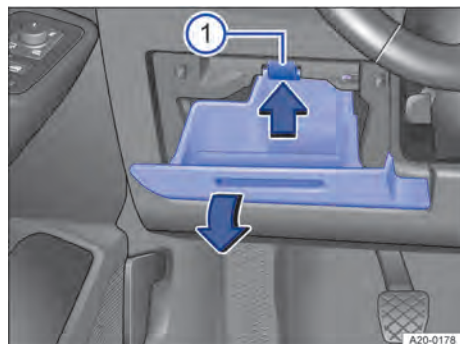

Fig. 179 Cache de la boîte à fusibles dans le tableau de bord : véhicules à direction à gauche, à gauche du volant
① Ergot de fixation
1. Ouvrez le rangement et videz-le si nécessaire → fig. 179.
2. Poussez l'ergot de fixation vers le haut dans le sens de la flèche tout en continuant d'ouvrir et de retirer le rangement dans le sens de la flèche jusqu'à ce que le porte-fusible soit accessible → fig. 179 ①.